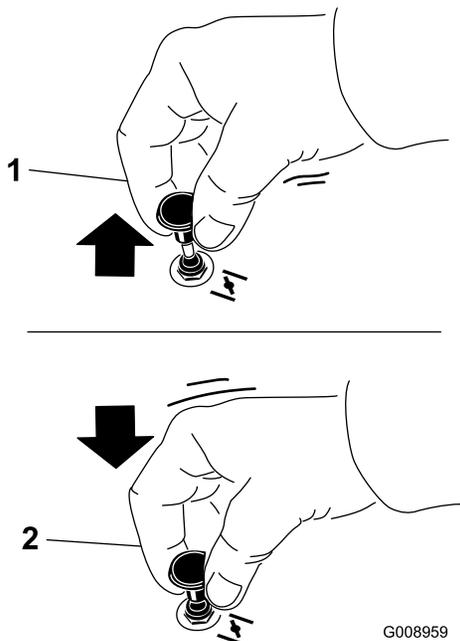

Figura 23
1. Tire hacia arriba del mando para engranar el estérter antes de usar el interruptor de encendido (Figura 23).
2. Presione hacia abajo el pomo del estérter para desactivar el estérter después de arrancar el motor (Figura 23).